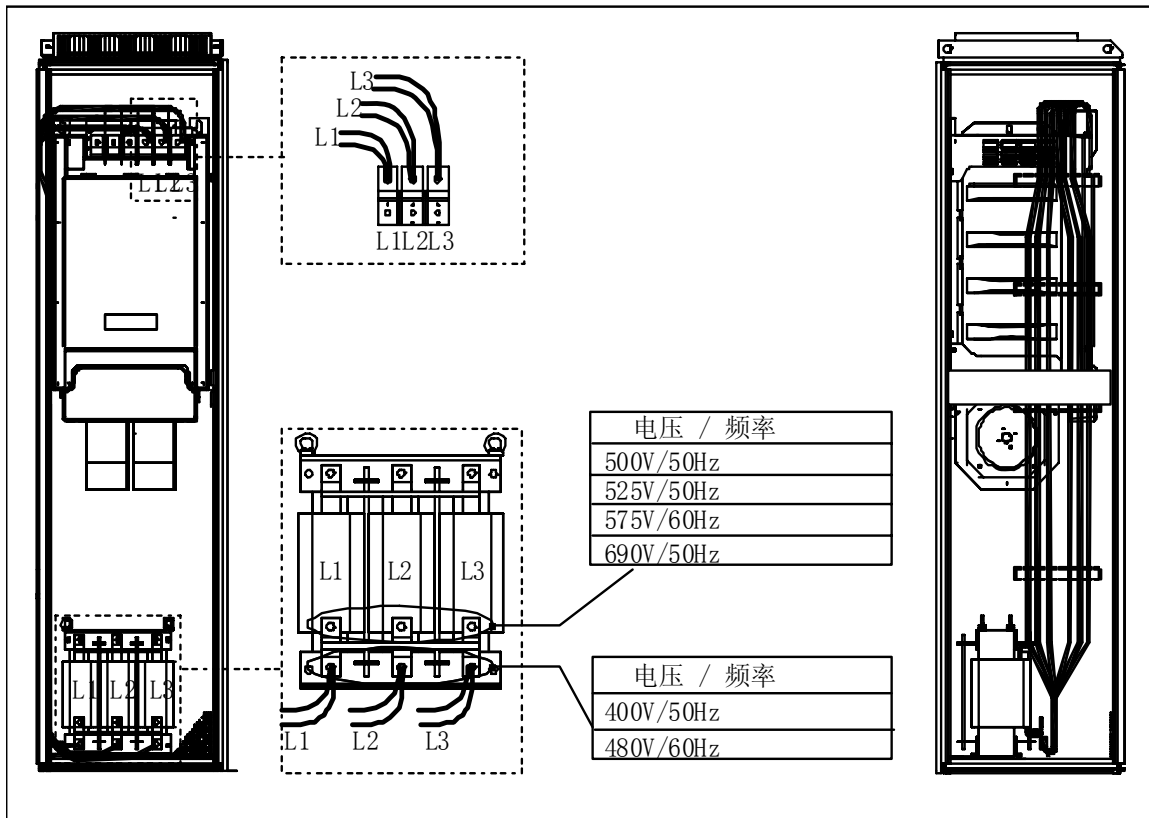

图 14. 连接交流电抗器与功率模块之间的动力电缆
- B = 与机柜顶之间的最小距离；此距离是安装电源电缆的需要（请参阅图 14）。
按图 14 将三根动力电缆连接到交流电抗器的输出端子上和功率模块的输入端子上。建议使用设计用于 90°C 的电缆。将 L1 电缆从交流电抗器的 L1 端子连接到功率模块的 L1 输入端子；将 L2 电缆连接到 L2 端子；L3 连接到 L3 端子。